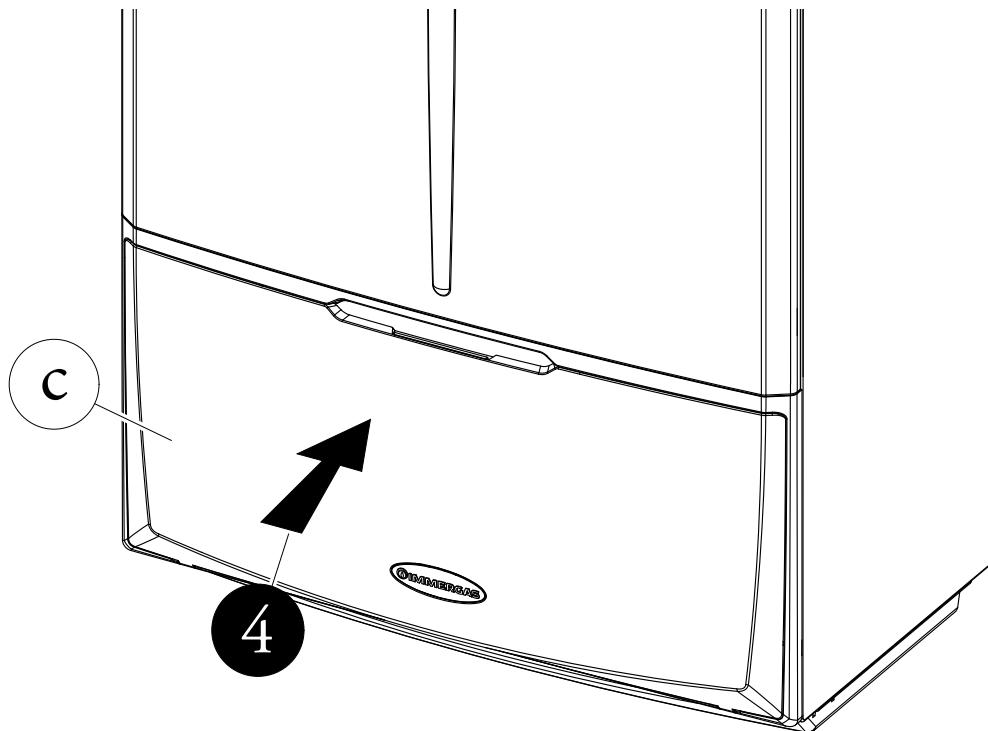

Fig. 6
4) Togliere la pellicola posteriore dai velcri (a) e chiudere il portello cruscotto (b) mantenendolo premuto per circa 20 secondi in modo da farli aderire completamente alle superfici alle quali sono state incollate (Fig. 6).